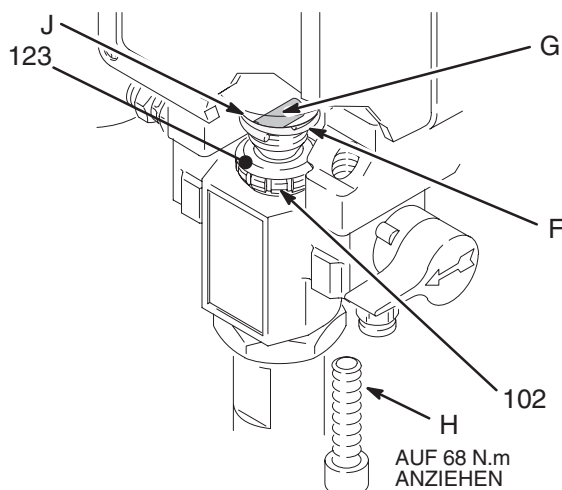

Abb. 2
Sicherstellen, daß die Haltefeder (F) in der Rille der Verbindungsstange liegt, so daß sich der Stift (G) durch die Vibrationen nicht lösen kann. Siehe Abb. 2.